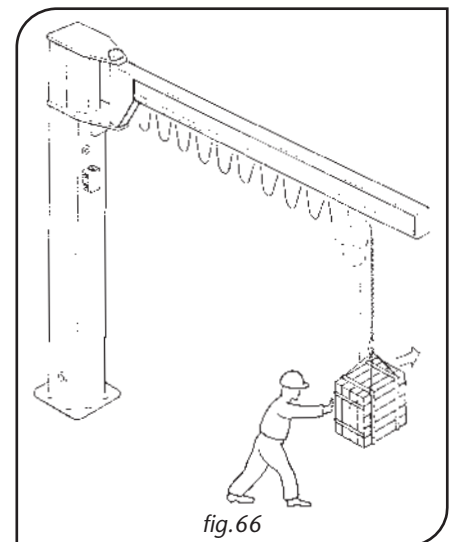

fig.66
- **SEMPRE** nelle movimentazioni manuali agire sul carico spingendolo ed evitare di trainarlo in direzione di sé stessi (fig.66).